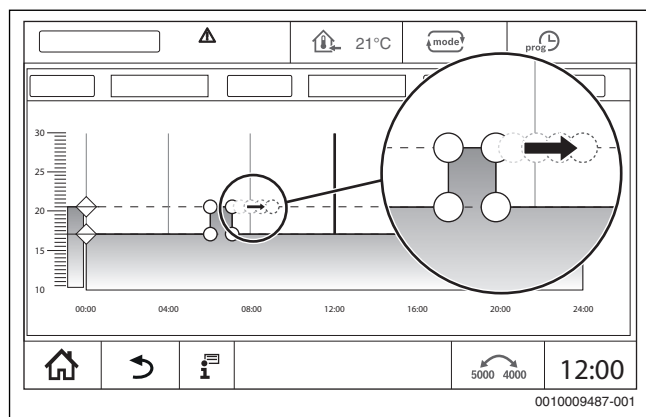

Рис. 26 Перенос точек переключения.
- Коснитесь точки переключения (→ рис. 26), удерживайте в течение одной секунды и перетяните на желаемое время суток.